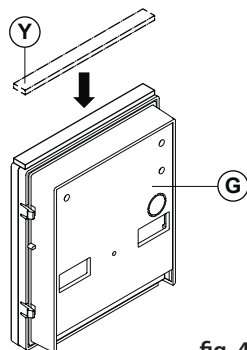

fig. 4
3. Apply the **(Y)** silicon sealant on top of each module as shown in **Fig. 4**;
3. Applicare la guarnizione adesiva **(Y)** sopra ogni modulo come mostrato in Fig. 4;
3. Appliquer le joint adhésif (Y) sur chaque module, comme illustré sur la Fig. 4 ;